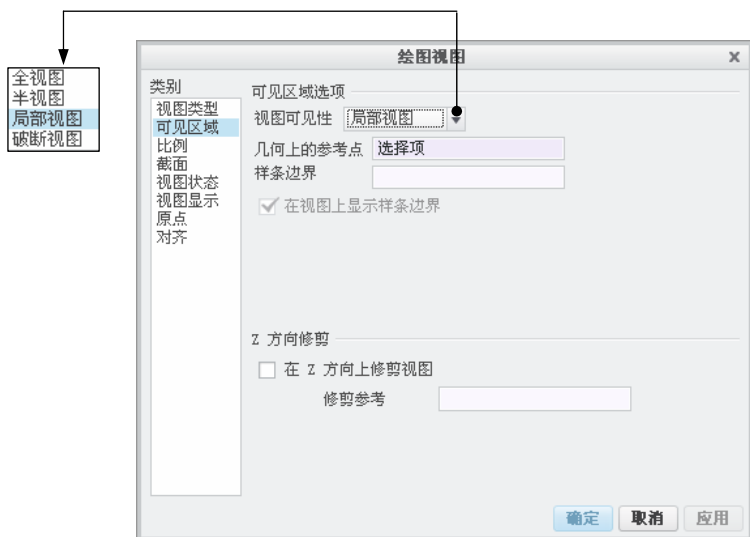

图 10.4.28 “绘图视图”对话框
Step4. 系统弹出图 10.4.28 所示的“绘图视图”对话框，在该对话框中选择 **类型** 选项组中的 **可见区域** 选项，将 **视图可见性** 设置为 **局部视图**。